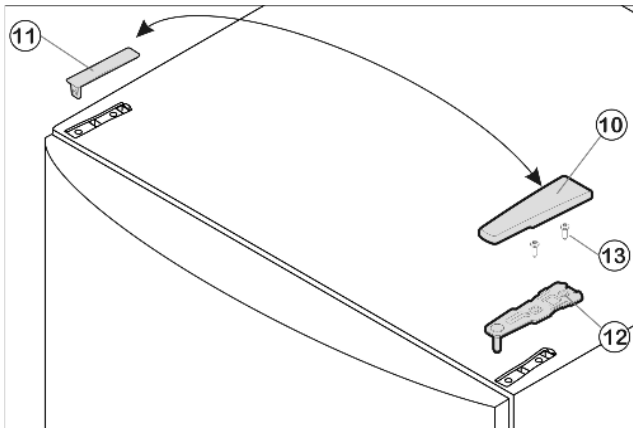

Fig. 4
- ▶ Стяните крышку крышку Fig. 4 (10) вперёд и снимите крышку Fig. 4 (11).
- ▶ Открутите верхнюю опорную подставку Fig. 4 (12) (2 шт. Torx 25) Fig. 4 (13) и вытяните вверх.
- ▶ Установите дверь сверху на опорный палец (22).
- ▶ Установите верхний опорный кронштейн Fig. 4 (12) на новой стороне шарнира так, чтобы он защелкнулся в дверце.
- ▶ Прикрутите опорный кронштейн Fig. 4 (12) (2 шт. Torx 25) Fig. 4 (13). При необходимости просверлите отверстие или используйте аккумуляторную отвертку.
- ▶ Защёлкните крышку Fig. 4 (10) и крышку Fig. 4 (11) на противоположной стороне.